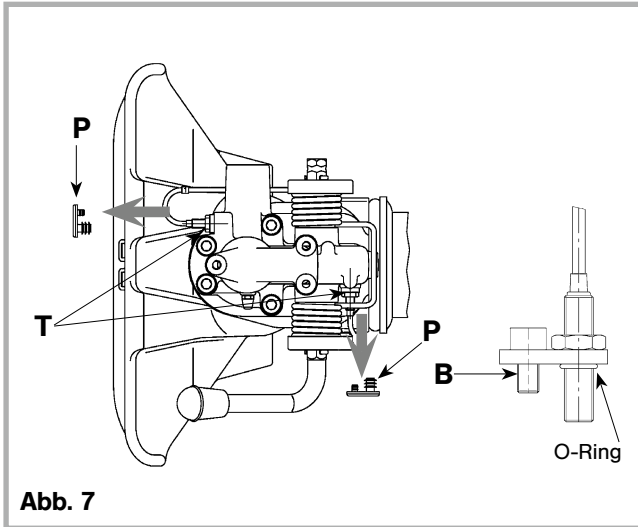

Abb. 7
- die Kunststoffabdeckung (P) an den Schnittstellen (T) entfernen (siehe Abb. 7)
- Gekennzeichnete Sensoren (**S1+S2**) mit Befestigungsflansch und montiertem O-Ring an den entsprechenden Schnittstellen (Abb. 7 (T)) einschieben und mit der Befestigungsschraube (B) – M6 – mit **5 Nm** anziehen.